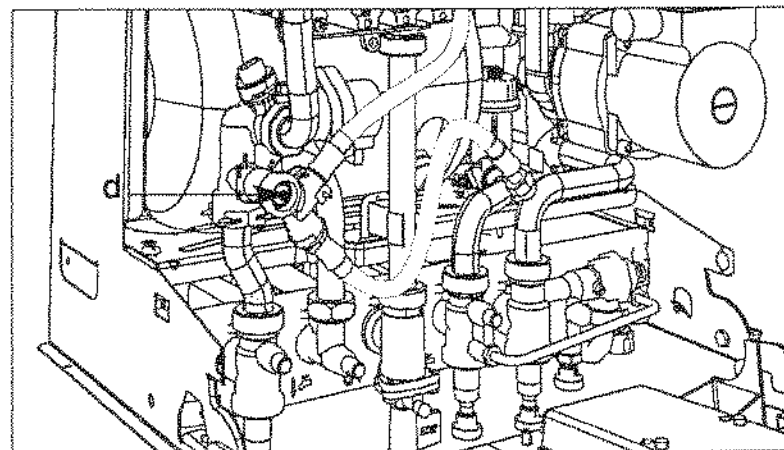

Fig. 15
Agir sur la vis "d" (fig.15) de réglage du by-pass afin d'adapter la hauteur manométrique disponible aux pertes de charge de l'installation.
- **zone de réglage** : réglage intermédiaire en manœuvrant la vis "d" (fig. 15) sur un quart de tour.